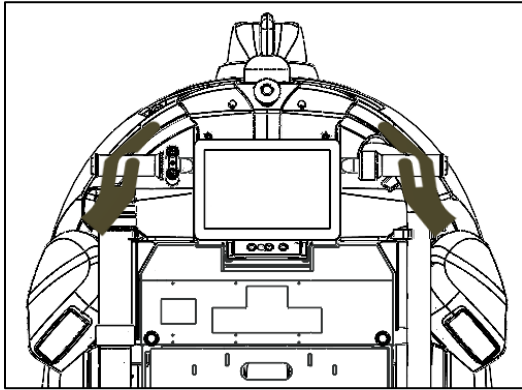

Fig. 1
- Déplacer le REX SCRUB manuellement : placez les deux mains sur le guidon, tournez la manette des gaz pour avancer (Fig. 1).